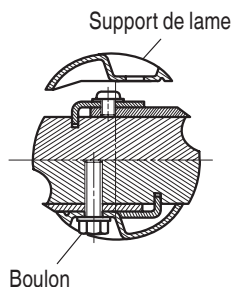

Fig. 12
- (2) Placer le support de lame sur l'outil une fois monté, comme indiqué à la Fig. 12, et le fixer avec les trois boulons. S'assurer que les boulons sont bien serrés à fond.